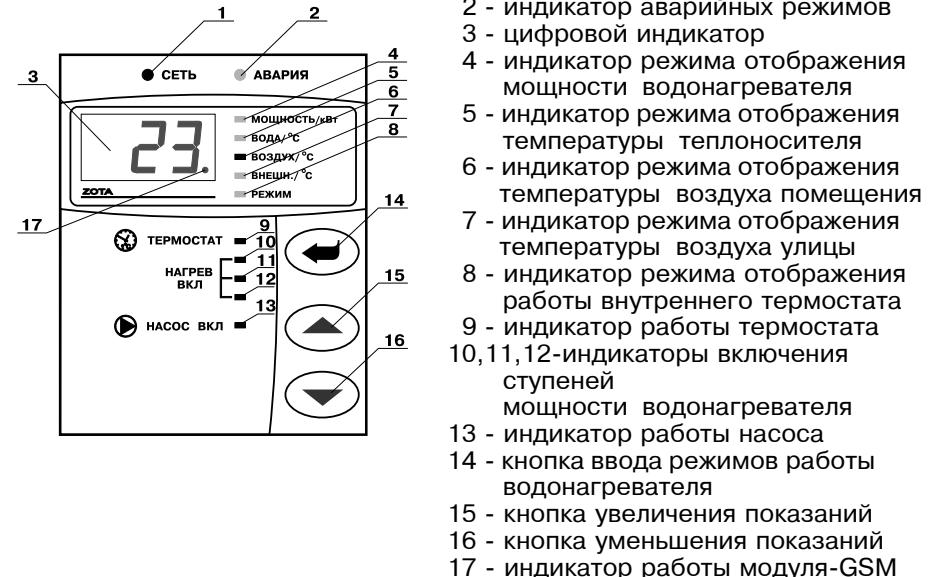

Рис.2 Расположение органов управления на передней панели
- С помощью кнопок, обозначенных символами Δ и ∇ , можно изменять отображаемую на цифровом индикаторе информацию. При нажатии этих кнопок, на индикаторе последовательно отображаются текущие значения: максимальная мощность котла, температура воды, температура воздуха в помещении, температура воздуха на улице, режим работы внутреннего терmostата. Каждое нажатие сопровождается коротким звуковым сигналом. При этом светятся индикаторы (4),(5),(6),(7),(8), Рис.2 соответственно, указывая на отображение текущей величины.
7.12. При нагреве воды выше 95°C срабатывает аварийная защита по температуре, загорается индикатор "АВАРИЯ" (2), Рис.2, отключается нагрев, и цифровой индикатор показывает код неисправности /Н-6/. При остывании воды примерно на 20°C нагрев снова включается.
7.14. Циркуляционный насос может работать в двух режимах работы: постоянном, без отключения, и периодическом, с отключением насоса. При постоянной работе циркуляционного насоса горит индикатор (13), Рис.2, "НАСОС ВКЛ". Насос подключается через защитный автомат (13), Рис.1, и при отключении автомата (например при коротком замыкании цепи насоса), питающее напряжение на насос не подается, индикатор (13) гаснет, на цифровом индикаторе загорается надпись /Н-4/ и отключается нагрев.
7.16. При подключении внешнего программируемого термостата к колодкам T1, T2 нагрев в электроводонагревателе включается, если контакты реле термостата замкнуты. При размыкании контактов, начинает периодически мигать индикатор "ТЕРМОСТАТ" (9),Рис.2, и нагрев всех ступеней отключается одновременно. Внешний термостат можно использовать как программируемый по времени таймер, который включает и отключает нагрев в определенное программой время. При этом датчик температуры воздуха помещения подключается к котлу и работает в обычном режиме. Если внешний термостат используется как таймер с регулировкой графика температуры в помещении по определенной программе, то датчик температуры воздуха в помещении (колодки A-,B+), необходимо отключить. При подключении внешнего термостата внутренний необходимо отключить для обеспечения корректной работы электроводонагревателя.